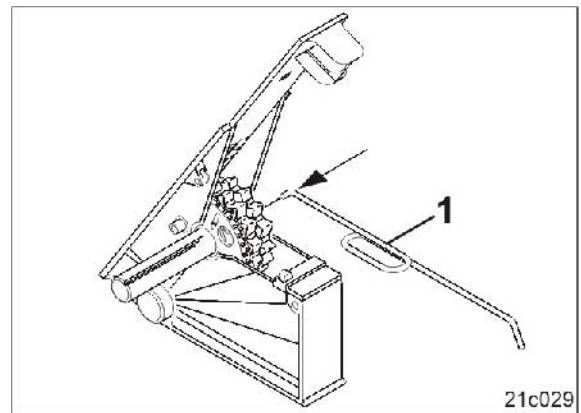

図 107
2. 同梱のレンチ (図 107/1) で、ピンを精密シードホイールに対して押し付けてください。